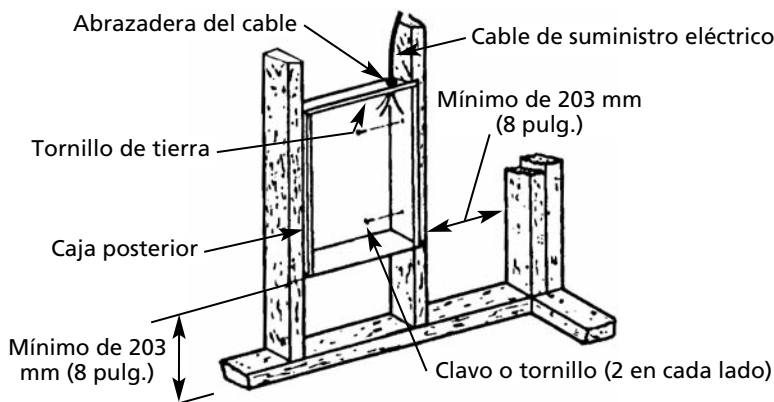

Figura 2 – Ubicación de la Caja Posterior Empotrada en una Construcción Nueva
1. Montaje de la caja posterior (consulte la Figura 2).
- c. Fije en posición la caja posterior con los tornillos o clavos para madera, como se muestra en la Figura 2.
2. Cableado de suministro eléctrico (consulte la Figura 2).
2. Cableado de suministro eléctrico (consulte la Figura 2)
- b. Fije en posición la caja posterior con los tornillos o clavos para madera (consulte la Figura 2).